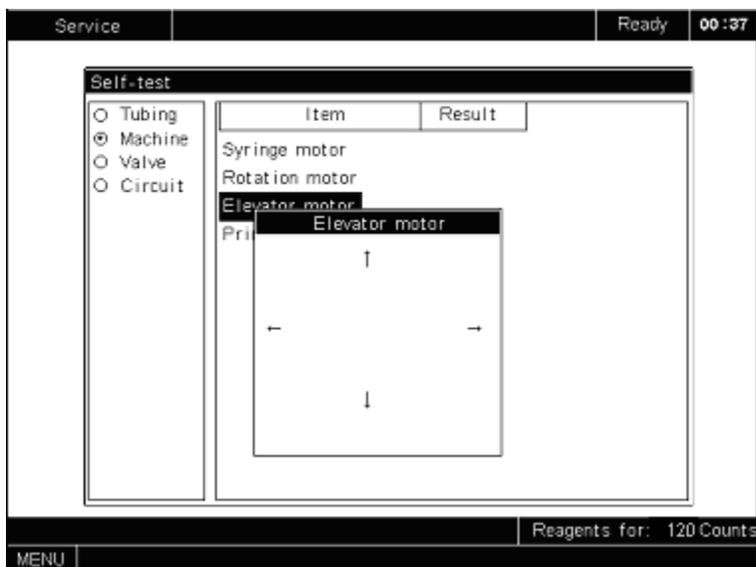

Рисунок 10-50 Окно “elevator motor”
5. Высветится окно **“Elevator motor”**(двигатель, поднимающий пробозаборник), как показано на **рис. 10-50**;